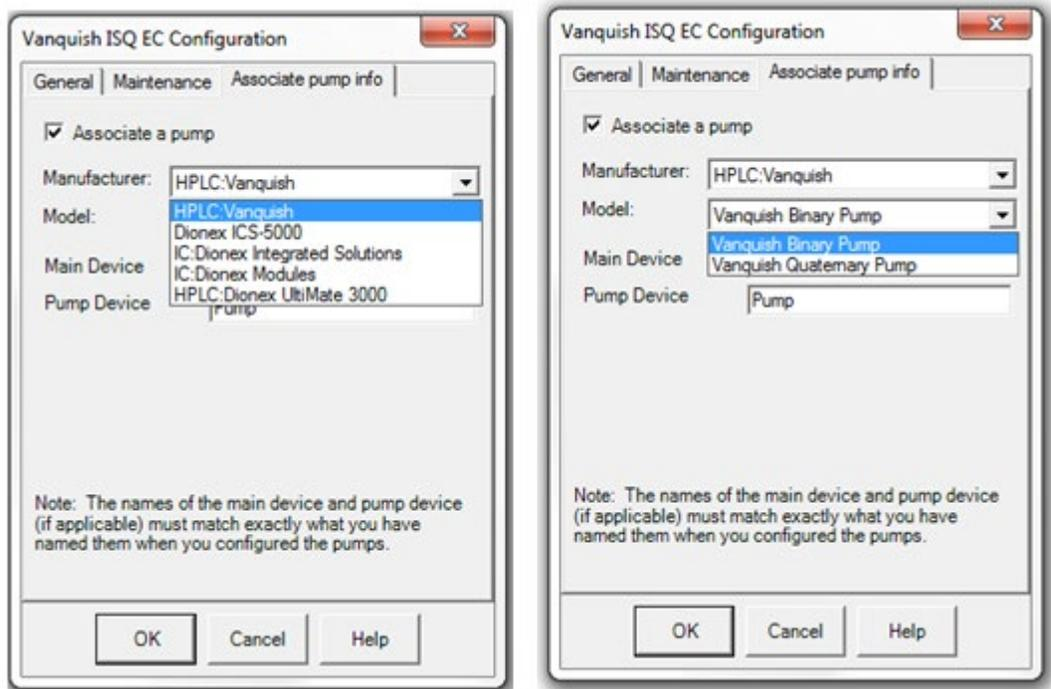

Abbildung 72: MS-Konfiguration – Hinzufügen von Pumpeninformationen
- 28) Verwenden Sie die Dropdown-Menüs **Manufacturer** (Hersteller) und **Model** (Modell), um die korrekten Einstellungen für die im System installierte Pumpe zu wählen. Siehe *Abbildung 72*.